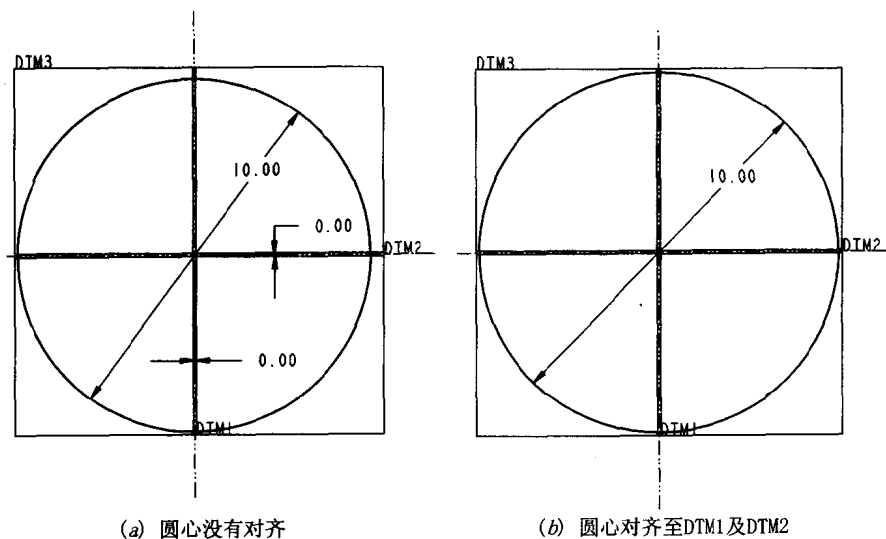

图 1.3
- **Align:** 为了避免不必要的位置尺寸标注, 我们常使用 Align 以使目前正在绘制的 2D 几何元素 (点、直线、中心线、圆、创建圆、圆弧、长方形、二次曲线、Spline 曲线、文字、局部坐标系等) 落在已完成的特征的几何元素上。例如在图 1.3 左图中, 若没有使用 Align 命令, 就必须标注圆心的位置尺寸, 否则圆心无法定位 (这将是非常奇怪的尺寸标注), 而图 1.3 右图即是圆心定位至 DTM1 及 DTM2 的作法。